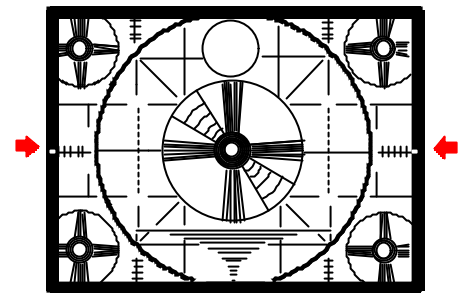

Fig.1-5
2. モノスコ画面左右端のセンターラインが CRT のセンターマークと一致するようにリモコンの「音量 + . . .」キーにて調整する。(Fig1-5)